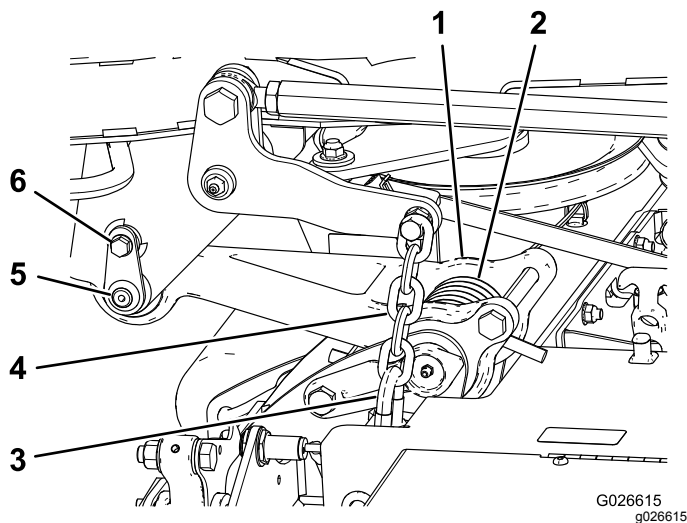

Bild 19
Hinweis: Stellen Sie einen Holzblock oder eine ähnliche Beilagscheibe unter jeden Lenker, um ihn in der angehobenen Stellung zu arretieren (Bild 19).
2. Fluchten Sie den Zuglenker am Trägerrahmen aus und befestigen Sie den Lenker mit dem Befestigungsstift (Bild 19).
3. Befestigen Sie den Befestigungsstift mit der Schulterschraube am Rahmen (Bild 19).